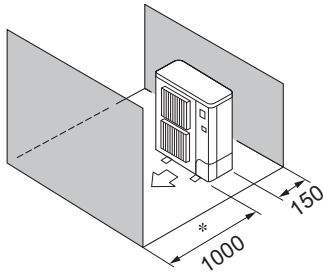

Fig. 3-9
- ⑤ Hindernisse nur auf der Vorder- und Rückseite (Fig. 3-9)